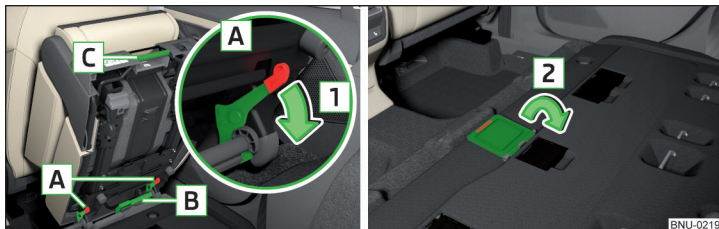

Abb. 93 Sitz entriegeln / Abdeckkappe zuklappen
- › Den Sitz durch Drücken der Sitzverriegelungen **A** in Pfeilrichtung **1** entriegeln » Abb. 93.
- › Den mittleren Sitz herausnehmen und die Abdeckkappe für die Steckdose im Boden zuklappen » Abb. 93 auf Seite 92.
- › Vor dem Einsetzen des mittleren Sitzes die Abdeckkappe für die Steckdose im Boden entgegen der Pfeilrichtung **2** aufklappen » **Abb. 93 auf Seite 92**.